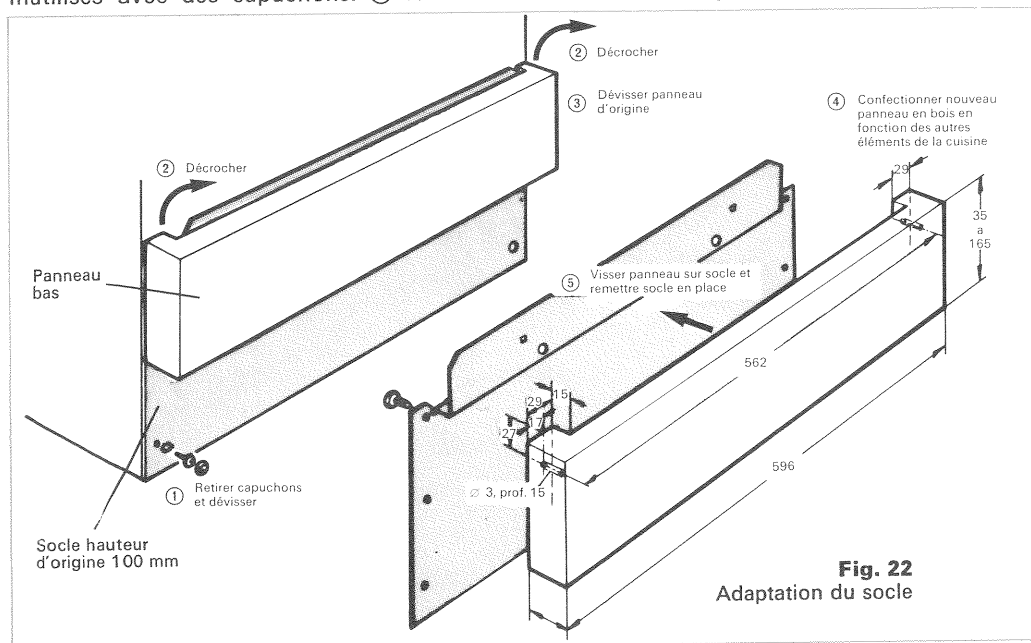

Fig. 22
La hauteur d'origine du socle de votre Lave-vaisselle est de 100 mm (voir fig. 22). Pour aligner ce socle avec vos meubles de cuisine, vous pouvez modifier sa hauteur en montant un nouveau panneau bas adapté à votre dimension (en vous adressant par exemple à votre menuisier). La hauteur de ce nouveau panneau bas doit être comprise entre 35 et 165 mm, ce qui vous permet d'obtenir une hauteur de socle entre 50 et 180 mm. Démontez l'ensemble socle-panneau bas comme suit (voir fig. 22) : ① retirez avec un couteau les capuchons et dévissez les vis. ② décrochez l'ensemble socle-panneau. ③ dévissez le panneau bas d'origine. ④ remplacez-le par le nouveau panneau bas spécial et bouchez les trous éventuellement inutilisés avec des capuchons. ⑤ remontez l'ensemble socle-panneau bas sur la machine.